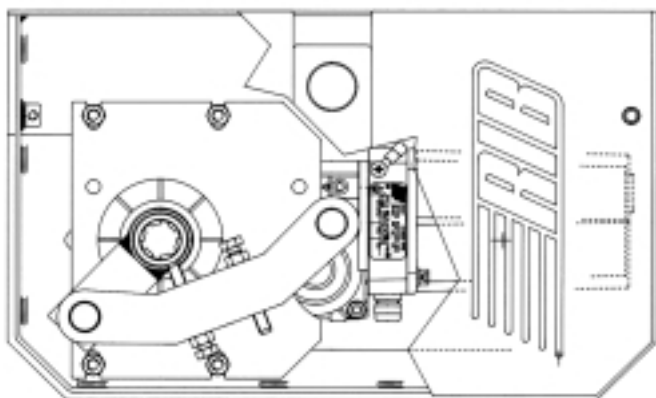

Fig. 3
**MAGIC nella versione 105° (Fig. 3)** è dotato di variazione di velocità dell'anta sia in apertura che in chiusura (apertura iniziale lenta, poi veloce e chiusura inizialmente veloce, poi lenta all'arrivo in battuta).
**MAGIC 105° version (fig 3)**: this has a system controlling the speed of the opening and closing movements (opening movement initially slow, then fast; closing movement initially fast, then slow immediately before shutting).
**MAGIC, dans sa version 105° (fig. 3)** est équipé d'un variateur de vitesse du vantail, tant en ouverture qu'en fermeture (ouverture lente au début puis rapide, fermeture rapide au début puis lente à l'arrivée en butée).
**MAGIC** weist in der **Versio**n 105° (Abb. 3) ein Flügel-Verzögerungssystem sowohl bei der Öffnungs- als auch bei der Schließbewegung (Beschleunigung der anfänglich langsamen Öffnungsbewegung und Verzögerung der Schließbewegung am Anschlag) auf.